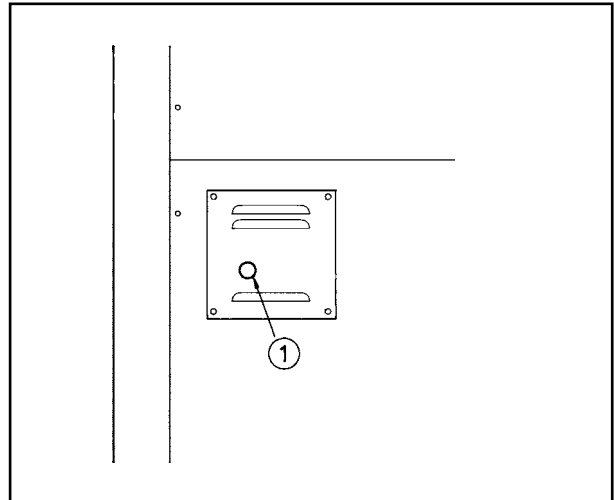

Fig.9
Sollte die Temperatur im Gerät 100°C übersteigen, unterbricht der STB die gesamte Spannung, so dass Brenner und Ventilator ausser Funktion gesetzt werden. Nachdem sich das Gerät abgekühlt hat, startet es nicht automatisch, sondern muss durch das Drücken der Reset Taste (1) des STB wieder gestartet werden (siehe Fig.9).
Au cas ou la température dépasserait les 100°C, le thermostat de sécurité couperait tous les circuits électriques, mettant ainsi hors service le brûleur et le ventilateur. Lorsque l'appareil sera refroidit il ne se remettra pas en service automatiquement. Le redémarrage devra se faire manuellement en enfonceant le bouton de réarmement situé sur le limiteur de température (1) (Fig. 9).
If the temperature inside the unit rises above 100°C the safety temperature limiter will switch off all voltage to the unit so that burner and fan are inactivated. When the unit has been cooled down it will not start automatically. Re-starting will follow by pressing the reset-button (1) on the safety temperature limiter (SBT) (see fig. 9).